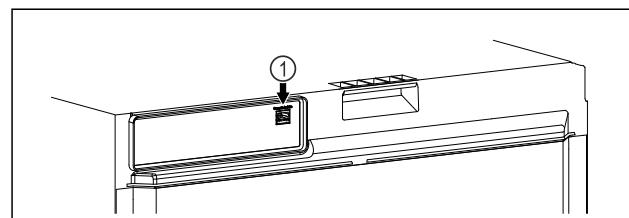

Fig. 117
- SmartModule Fig. 117 \(1\) ist eingesetzt.